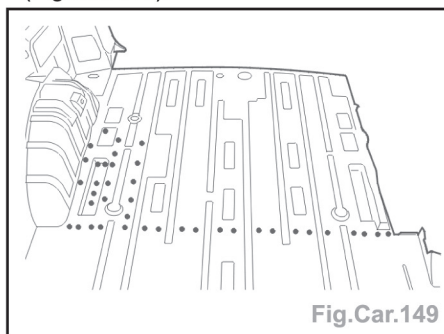

Fig.Car.149
- Souder par points bouchons et les meuler (Fig.Car.149).